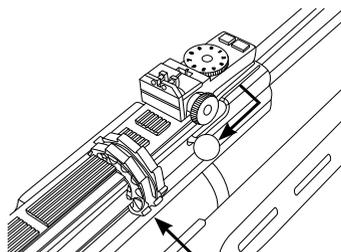

Рис.10
4. После загрузки магазина, установите его на ствольную коробку как указано в первом пункте. Затем освободите рычаг сброса магазина. (Рис.10) Если есть необходимость прокрутите магазин против часовой стрелки.